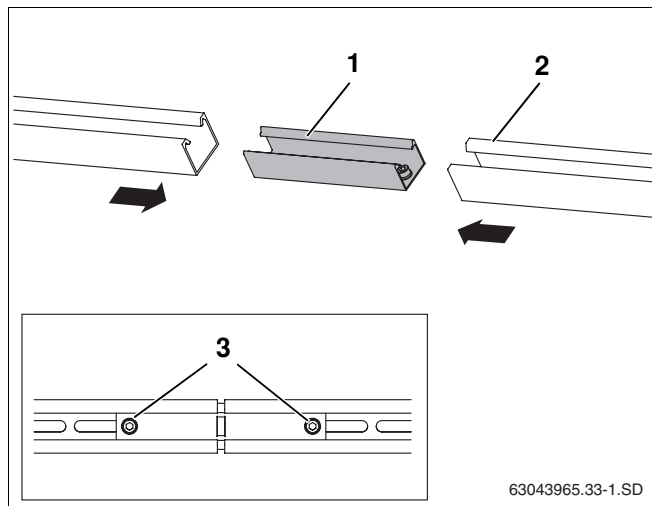

Fig. 31 Relier les rails profilés
- ▶ Glisser le connecteur (fig. 31, **pos. 1**) dans les deux rails profilés jusqu'à la butée (fig. 31, **pos. 2**).
- ▶ Pour l'arrêt, serrer les deux chevilles filetées M10 (fig. 31, **pos. 3**) dans le connecteur avec la clé plate SW 5.